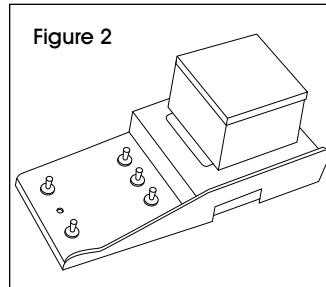

Figure 2
1. Retirez les cinq écrous et cinq rondelles situés à l'extrémité de la tour du cadre avec une clé de 9/16 po. (Voir Figure 2)